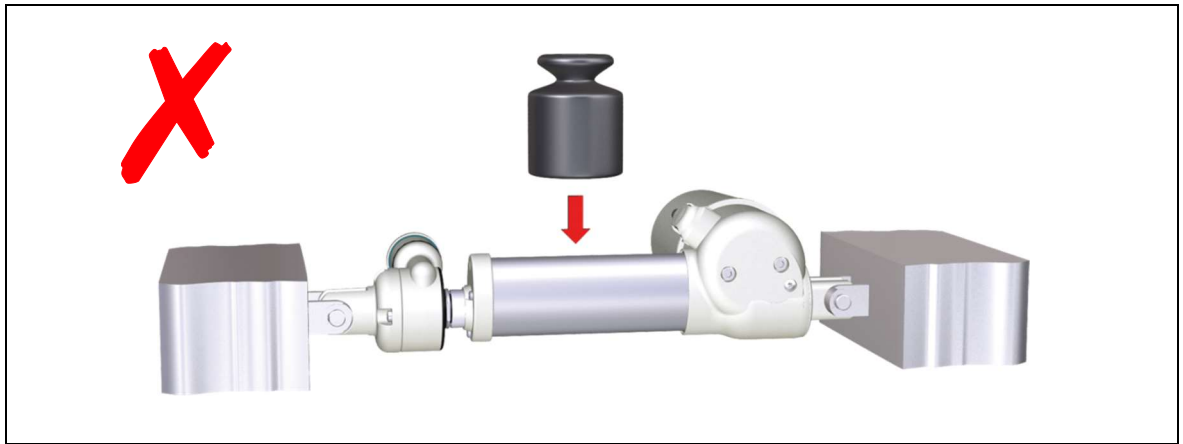

Abbildung 22 Auswirkung der Einbaulage
- ▶ Die Ausrückkraft erhöht sich, wenn z. B. die Antriebseinheit mit einer Querkraft von anderen Anbauteilen beaufschlagt wird, diese kann weit oberhalb der Spezifikation liegen. (Abbildung 22 zeigt eine waagrecht eingebaute Antriebseinheit, die mit einer Querkraft belastet wird.)